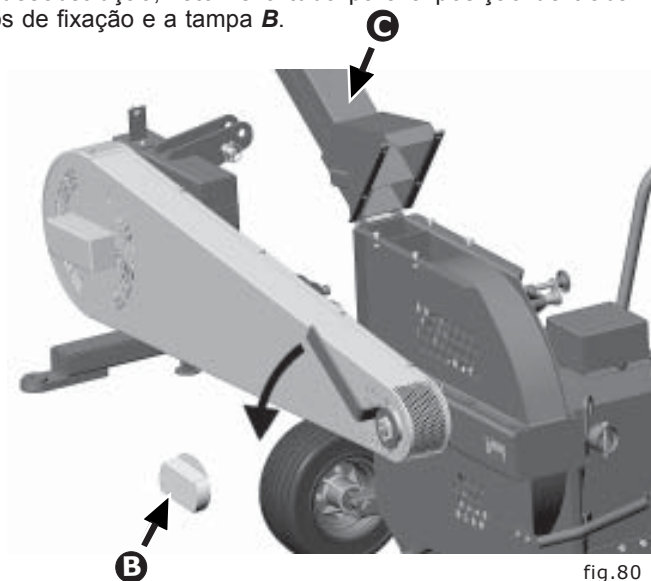

fig.80
5. Com a chave de inversão, que encontra-se dentro da caixa de ferramentas, gire a polia do rotor no sentido contrário ao de trabalho, para retirar o material acumulado dentro da máquina (fig.80).